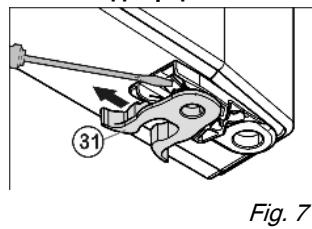

Fig. 7
- переставить пружинный зажим Fig. 7 (31): Нажать вниз язычок защелки, снять с него пружинный зажим.